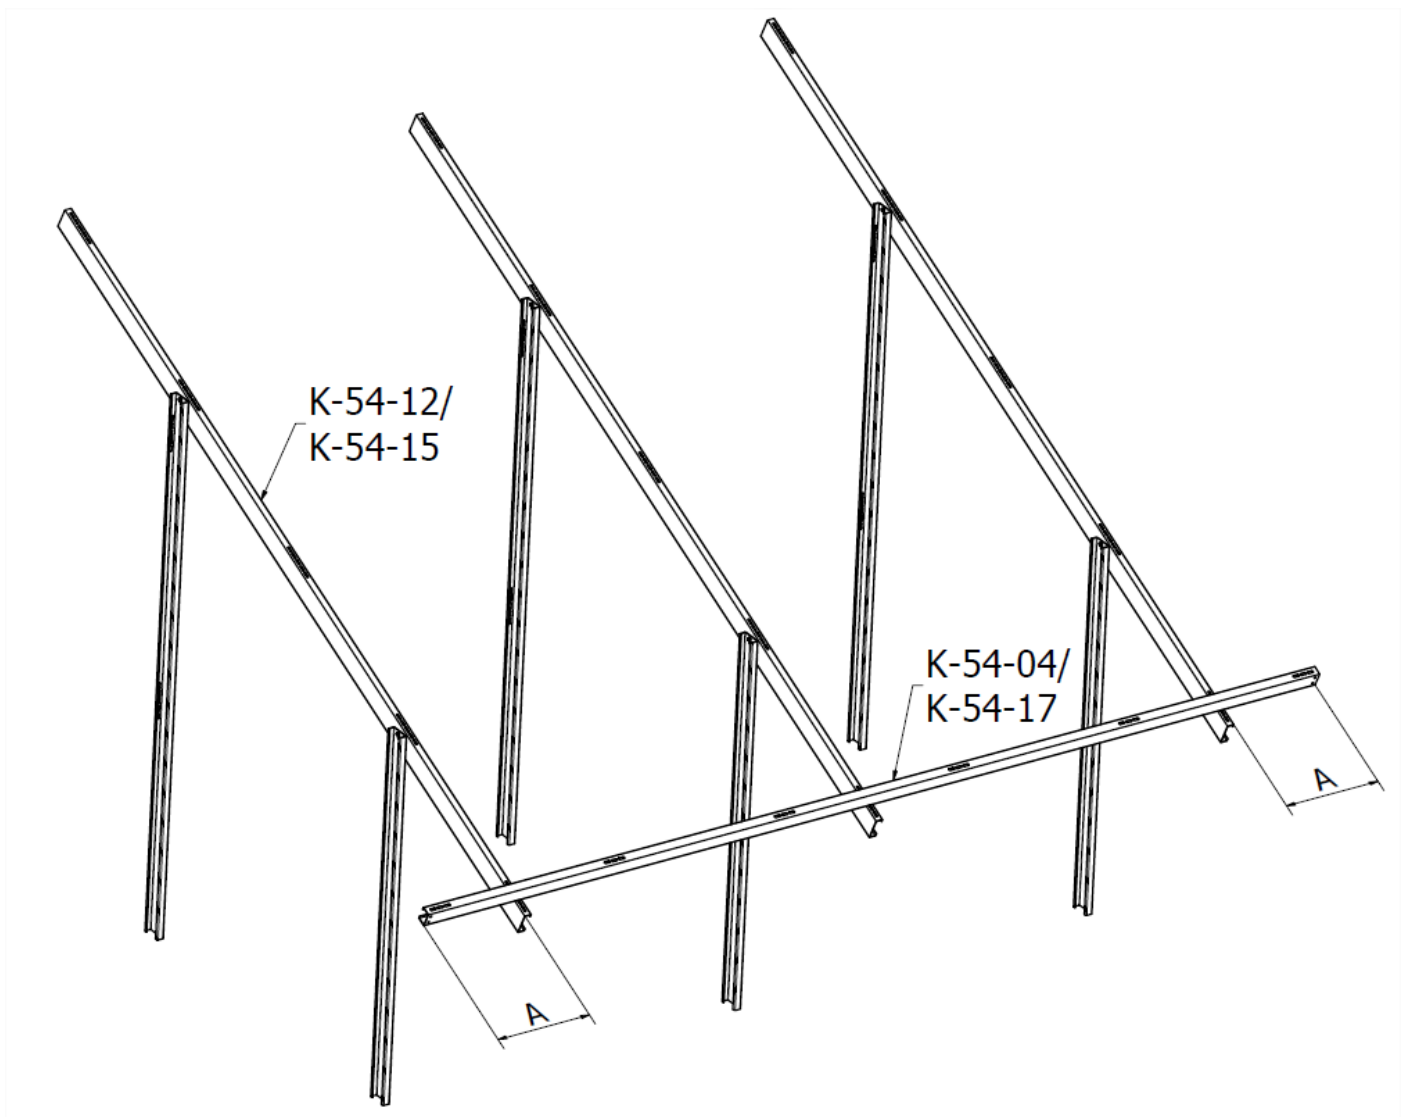
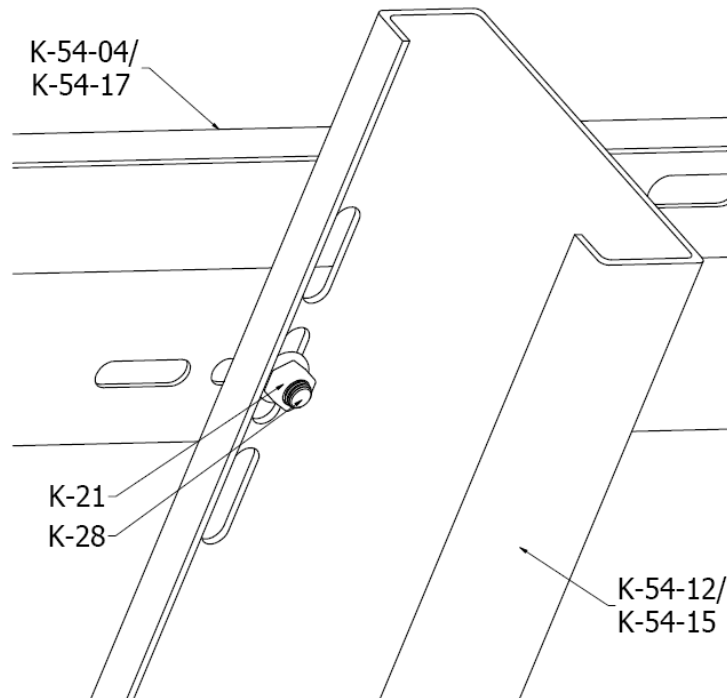

ABB.8 Montage des untersten Balkens
ABB.10 Montage der Balken K-54-04/K-54-17 mit den Sparren K-54-12/K-54-15 (Ansicht II)
8. Zur Montage des Balkens zusammen mit dem Quersparren sollte eine Sechskantschraube K-28, eine Mutter K-21 und eine Unterlegscheibe K-51 verwendet werden. Dann eine Sechskantschraube K-28 zusammen mit einer Unterlegscheibe K-51 in das Loch im Balken K-54-04/K-54-17 einlegen, und den Balken zusammen mit dem Sparren K-54-12/K-54-15 von der gegenüberliegenden Seite durch die vorbereiteten Löcher mit einer Mutter K-21 festziehen - Abb. 8. - Abb. 10.